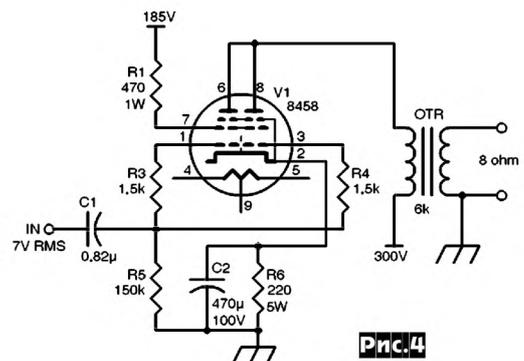
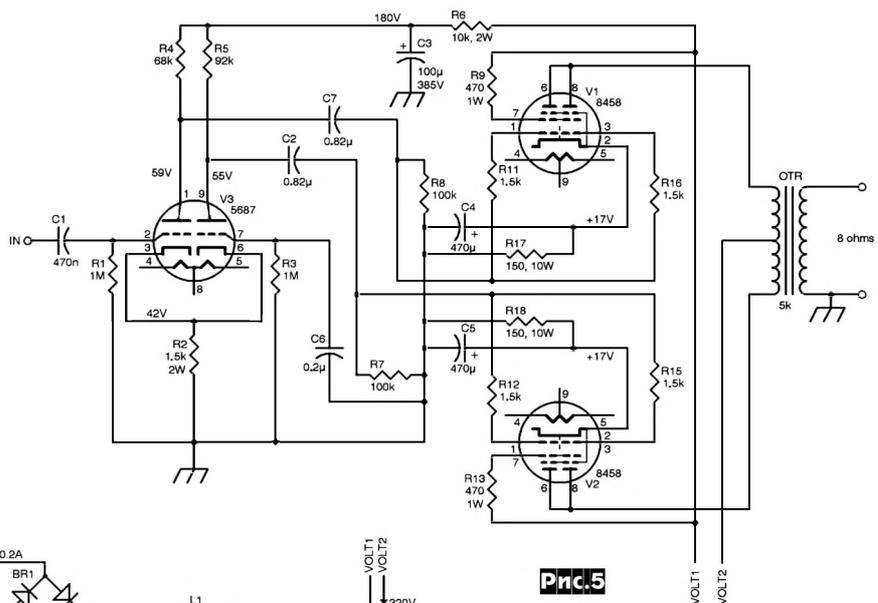
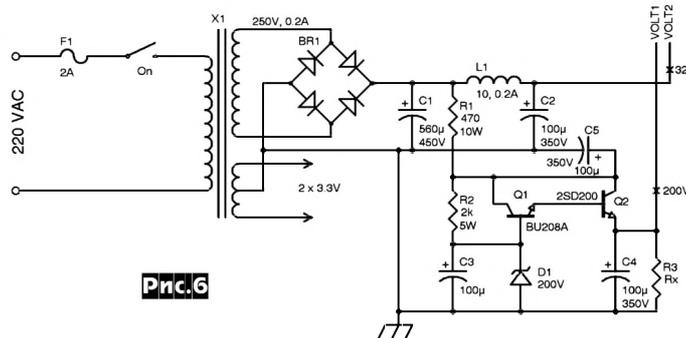

Рис.4
Рис.5
Рис.6
Хорошо известный нашим постоянным читателям оригинальностью своих УМЗЧ Жан Луи Вандерслеен, решив поупражняться на этот раз с **ламповым однотактником - рис. 1**, входной каскад выполнил на хорошо зарекомендовавшем себя в двухтактных гибридных (см. «РХ» №6/2011, с. 26-28, рис.6) высоковольтном полевом транзисторе Q1 типа BS107 (примечание редакции «РХ»: *выдерживает напряжение сток-исток 200 В, ток стока 500 мА, обладает сопротивлением открытого канала 6,4 Ом, производится любимой аудиофилами компанией ON Semiconductor, http://*
Найдя во время «экскурсии» с друзьями по одной из заброшенных американских военных баз на морском побережье Греции несколько нетронутых мощных двойных лучевых тетродов 8458 (отечественный аналог ГУ-17) в оригинальной военной упаковке в деревянных коробочках, Александр Армон решил приобщиться к аудиоэкспериментаторам, пробуящим «перековать мечи на орала» - использующим военные лампы в аудиофильских конструкциях. Быстро «на коленке» попробовав 8458 в однотактном варианте рис. 4, он убедился в ее пригодности для УМЗЧ - с непоказанным на схеме драйвером-предуси-
лителем на половинке двойного триода 6SN7 (отечественный аналог 6Н8С) получил мягкое звучание с 7 Вт выходной мощности и попутно заметил, что тетрод любит стабилизированное напряжение на второй сетке (при этом заметно меньше искажения и больше выходная мощность). Вторую пробу Александр выполнил **двухтактной** - **рис.5**. Отметим, что в связи с соединением катодов и вторых сеток тетродов внутри колбы лампы их раздельное использование для верхнего и нижнего плеча невозможно, поэтому, как и в схеме **рис.4**, здесь все электроды половинок запараллелены и 8458 фактически предстает одинарным тетродом с удвоенными токами. Автоматическое смещение +17 В формируется на катодах V1, V2 цепочками R17C4, R18C5 и обеспечивает работу тетродов в режиме класса А.
Входной усилитель-фазоинвертор выполнен на двойном триоде 5687 (отечественный аналог 6Н1П) по автобалансной схеме с преднамеренно асимметрированными анодными резисторами R4 и R5. Блок питания **рис.6**
формирует накал переменным напряжением 2x3,3 В, сглаженное П-образным фильтром C1L1C2 анодное напряжение +320 В (VOLT2) для выходного каскада и стабилизированное напряжение +200 В (VOLT1) для вторых сеток V1, V2 и анодов входного каскада. Схема **рис.5** развивает выходную мощность 22 Вт. На **рис.7** изображена **схема окончательно наиболее мощного варианта**, близкая по структуре к легендарной схеме усилителя Вильямсона (см. «РХ» №4/98, с.6, **рис.6**). На триоде V1А собран входной «реостатный» (с резистивной анодной нагрузкой R3) усилитель напряжения по схеме с общим катодом. Фазоинвертор по схеме с разделенной нагруз-
Приводим рекомендуемые конструктивные данные выходных трансформаторов в случае их самостоятельного изготовления. Для схемы **рис. 4** (6 кОм/8 Ом, коэффициент трансформации Kтр=27): железо ОСМ-0,1 25x40, первичная обмотка - провод 0,2, в изоляции 0,24, слой 160 витков, 4 слоя 640 витков, секция 4 слоя, обмотка 4 секции, 16 слоёв, всего 2560 витков. Вторичка для нагрузки 8 Ом - 94-95 витков провод 0,35, в изоляции 0,4 мм, 2 слоя по 94-95 витков в параллель, три секции, соединение - параллельное. От сердечника мотать: 1-2-1-2-1-2-1, соединяя секции первичной обмотки (1) - последовательно, секции вторичной обмотки (2) - параллельно. Зазор магнитопровода 0,07 мм. Для схемы **рис. 5** (5 кОм/8 Ом): железо ШЛ 25x25